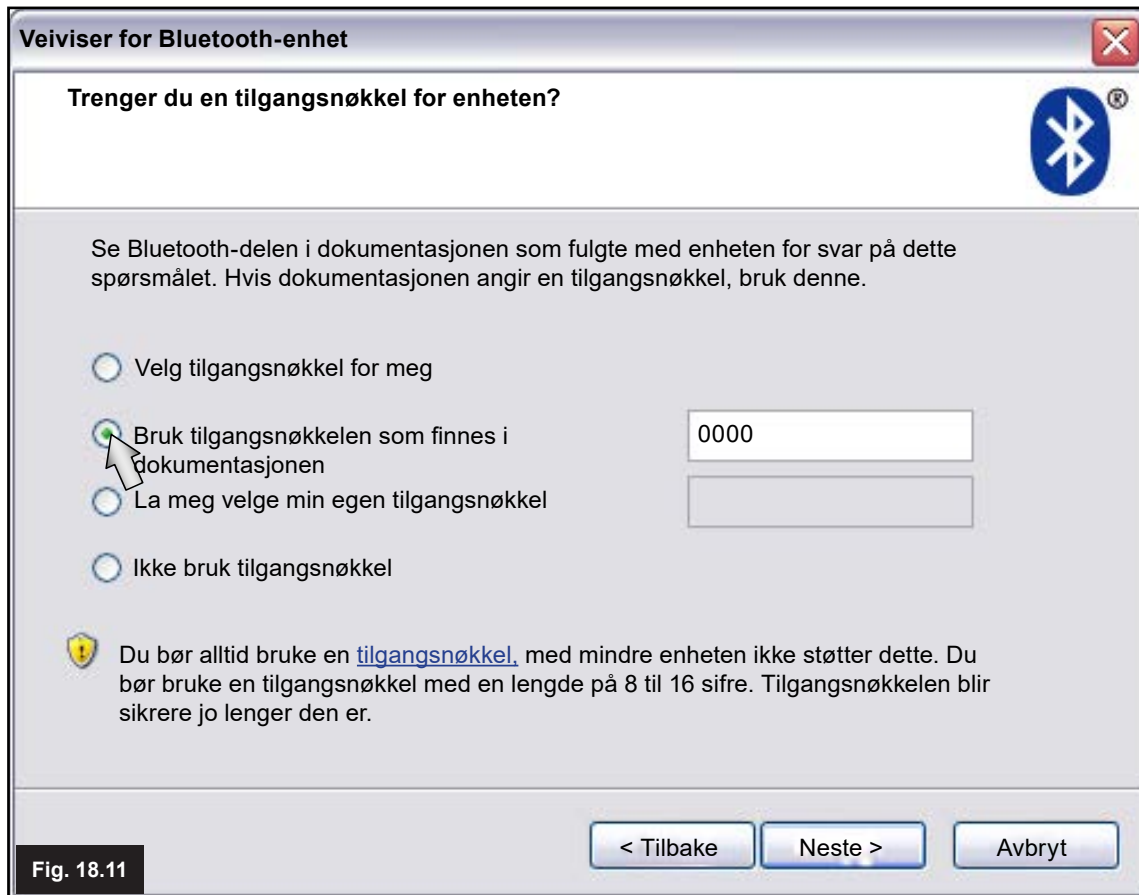

Fig. 18.13
13. Når tilkoblingen er fullført, vil skjermbildet "Fullfør" vises (Fig. 18.13).
14. Trykk på "Fullfør" (Fig. 18.13).